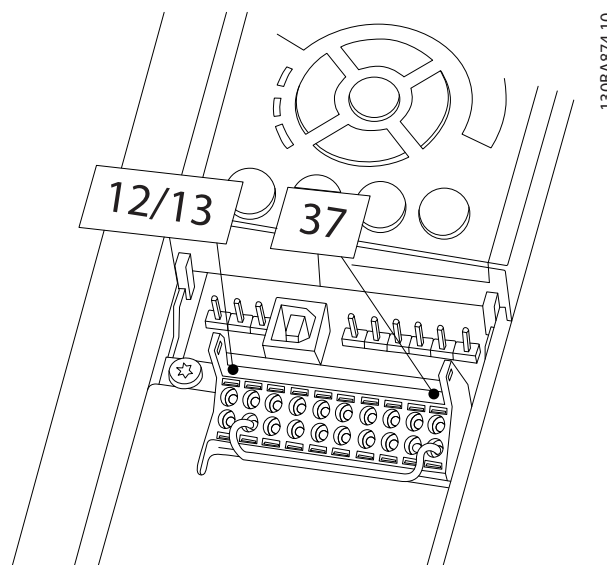

Рисунок 1.4 Соедините перемычкой клемму 12/13 (24 В) и клемму 37.
1. Снимите перемычку между клеммами управления 37 и 12 либо 13. Разрезать или разорвать перемычку недостаточно, это не сможет защитить от короткого замыкания. (См. перемычку на Рисунок 1.4.)